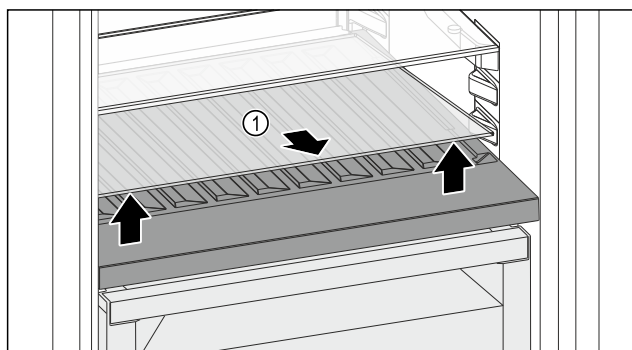

Fig. 114
- Sollevare il ripiano di vetro Fig. 114 (1) dall'incavo anteriore e rimuoverlo.
- Conservare il ripiano di vetro Fig. 114 (1) fuori dall'apparecchio in un luogo sicuro.